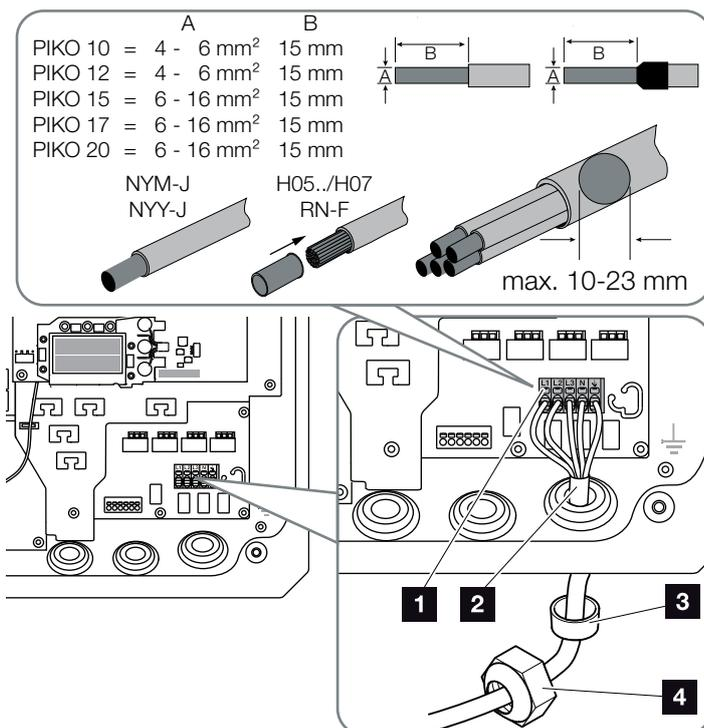

Fig. 22 : raccordement du câble d'alimentation réseau à l'onduleur
- 7. Raccorder les fils du câble d'alimentation réseau à la borne de raccordement AC conformément au marquage. **!** **☑** **Fig. 22, pos. 1**